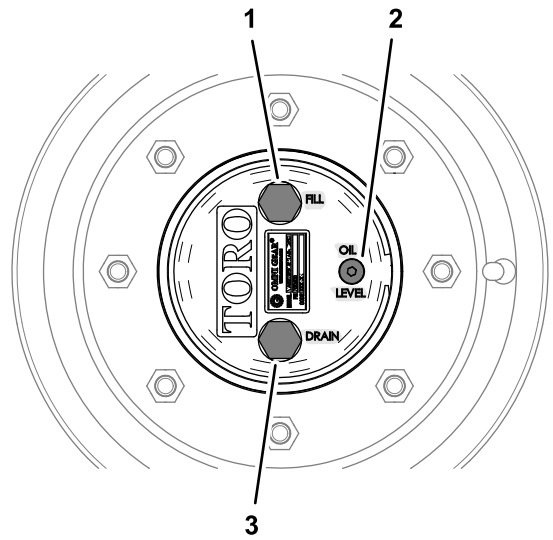

图 96
1. 机器在水平地面上时调整一个车轮的位置以便让加油塞处于最高12点钟位置排油塞处于最低6点钟位置图 96。
1. 机器在水平地面上时调整一个车轮的位置以便让加油塞处于最高12点钟位置排油塞处于最低6点钟位置请参阅 检查行星齿轮传动润滑油 \(页码 56\)中的图 96。